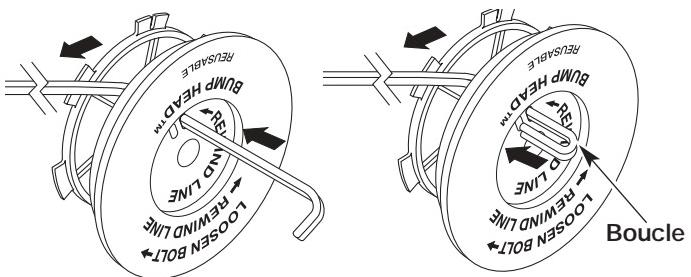

Fig. 17
8. Découpez environ 3 m (10 pi) de fil neuf. Insérez une extrémité de fil dans l'un des deux trous du moulinet intérieur (Fig. 17). Tirez le fil jusqu'à ne laisser que 10 cm (4 po) environ.
9. Insérez l'extrémité du fil dans le trou ouvert du moulinet et tirez sur le fil pour que la boucle soit le plus petit possible (Fig. 17).